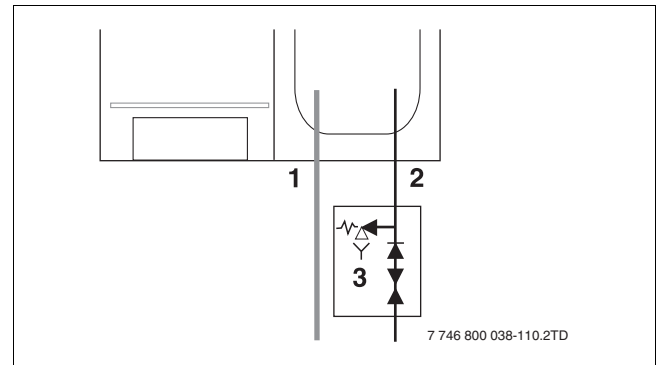

Fig. 23 Tapwateraansluiting
- Sluit de koudwaterleiding aan met 15 mm knelkoppeling (→ fig. 23, **pos. 2**).
- Sluit de warmwaterleiding aan met 15 mm knelkoppeling (→ fig. 23, **pos. 1**).
- Monteer in de koudwaterleiding een "Kiwa" goedgekeurde inlaatcombinatie (→ fig. 23, **pos. 3**).